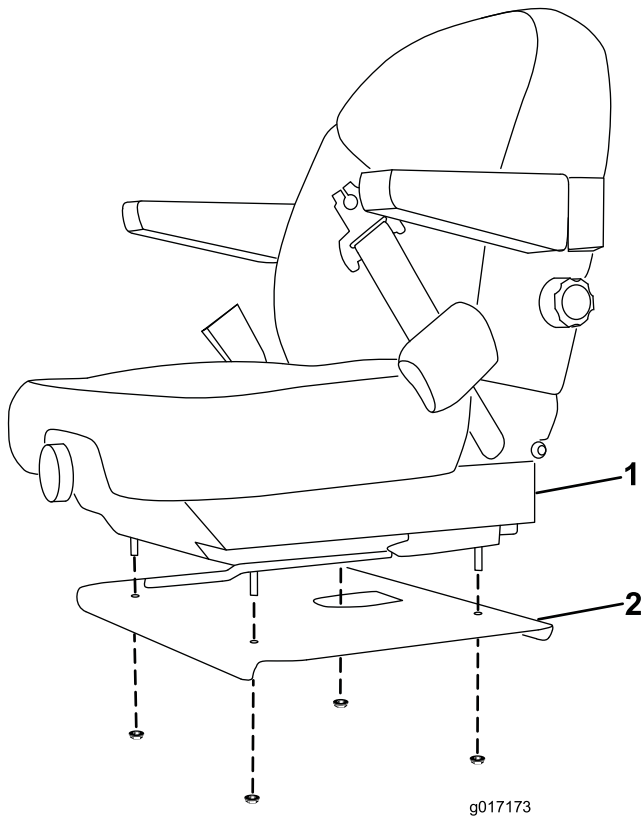

Figura 3
7. Retire as fixações que prendem o banco à base do banco (Figura 3). Retire o banco.